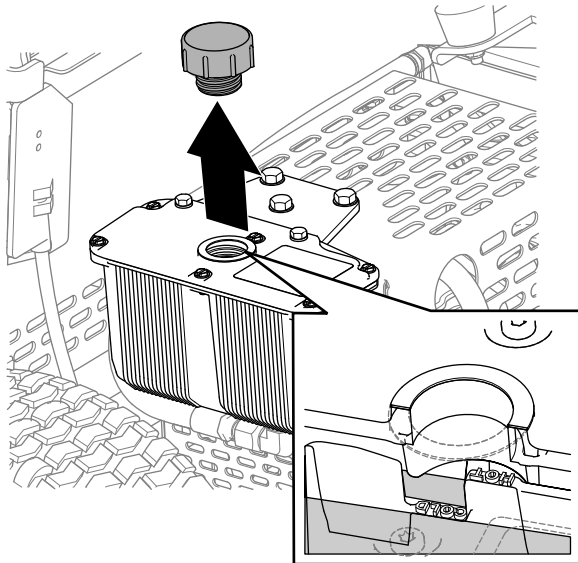

図 35
3. キャップを外してタンク内の油圧オイルの量を調べる **図 35**。